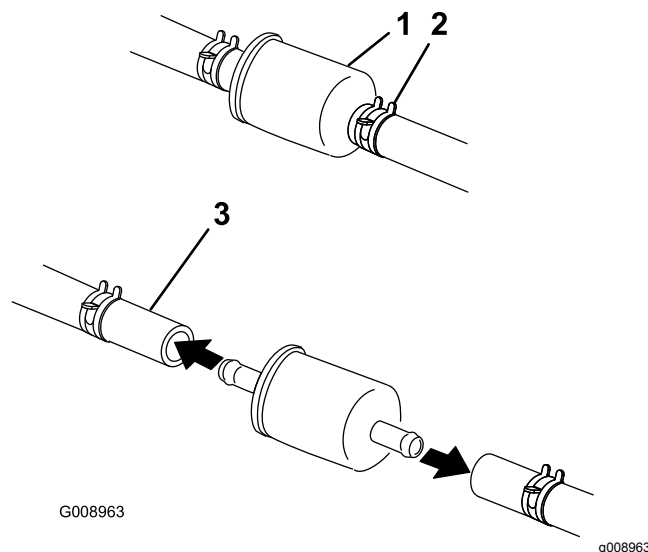

Figura 61
4. Cierre la válvula de cierre de combustible, situada debajo del asiento (Figura 61).
5. Apriete los extremos de las abrazaderas y deslícelas por la manguera alejándolas del filtro (Figura 61).
7. Instale un filtro nuevo y acerque las abrazaderas al filtro (Figura 61).